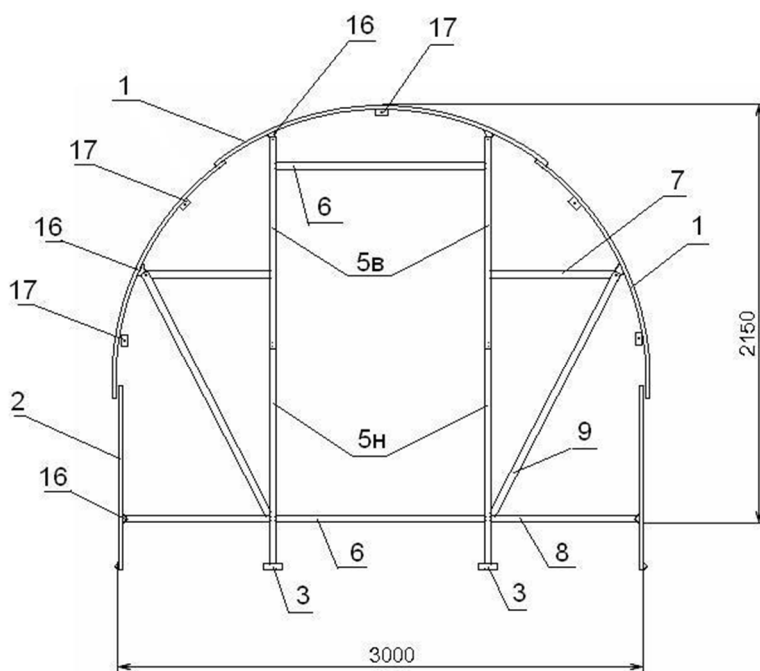

Рис. 4 Торец
3.3.1. Возьмите детали стойки дверного проема №5в и №5н (см. Рис.4) и соедините их между собой винтами м4х10 (см. Рис.7- А1, А).